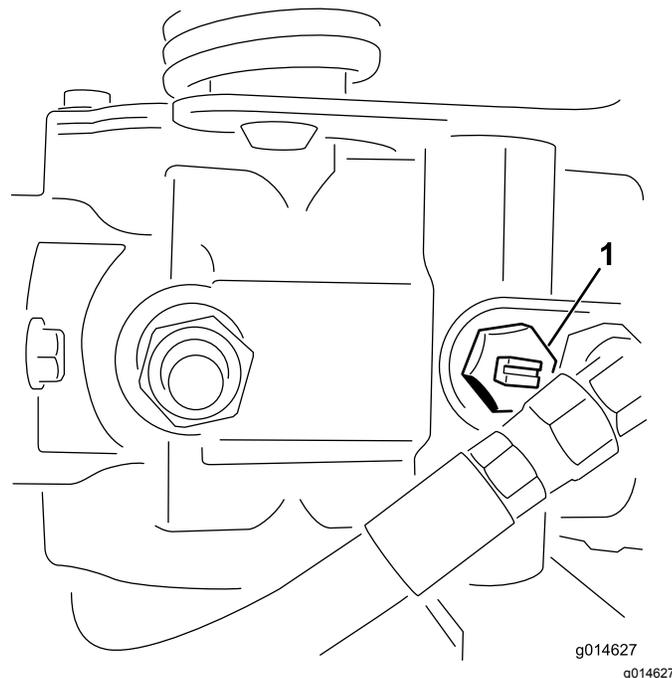

Figura 43
1. Localize a válvula de derivação na bomba e rode-a de forma a que a ranhura fique na vertical (Figura 43).
2. Antes de ligar o motor, feche a válvula de derivação rodando-a de forma a que a ranhura fique na horizontal (Figura 43). Não ligue o motor quando a válvula se encontrar aberta.